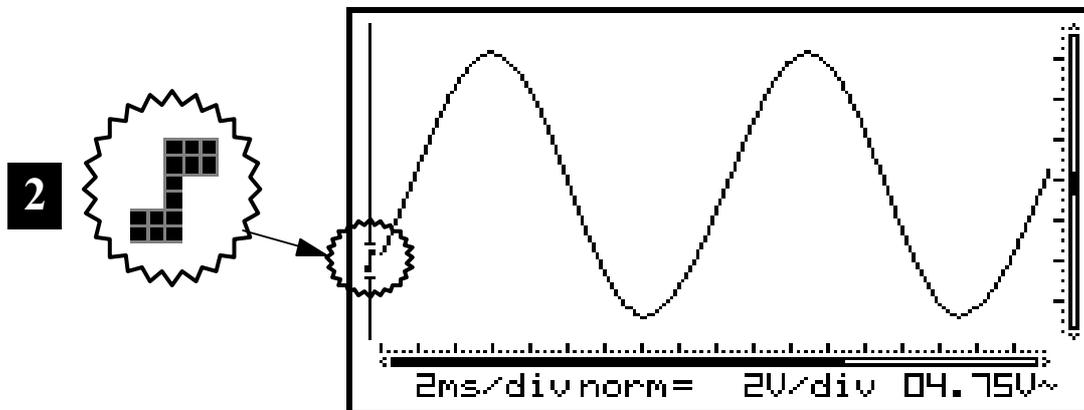

Fig 42
2. Trigger no flanco descendente: O monitor só mostrará o sinal quando “detectar” um flanco negativo. O sinal deve descer, de cima para baixo, na vertical, para provocar o trigger. (Fig. 42)